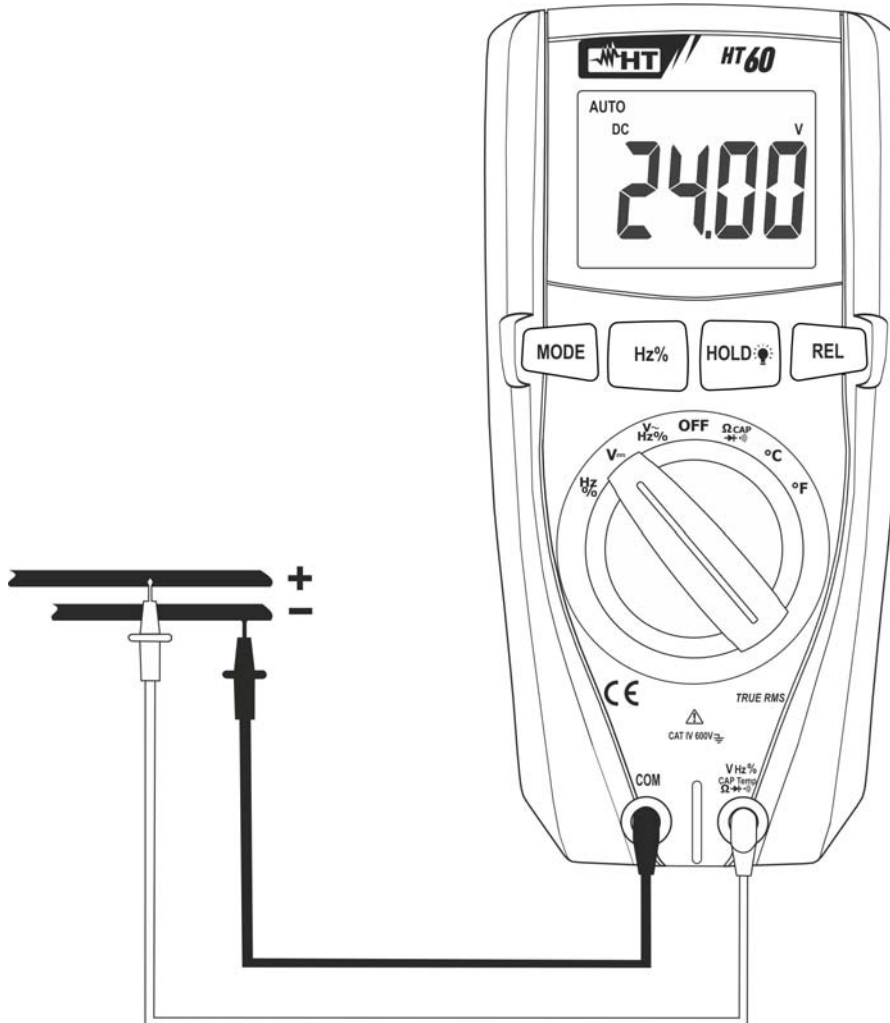

Abb. 2: Verwendung des Gerätes für Gleichspannungsmessung
3. Verbinden Sie die rote Messleitung und die schwarze Messleitung mit dem jeweils positiven und negativen Potenzial des zu messenden Kreises (siehe Abb. 2). Der Spannungswert erscheint auf dem Display.
5. Das Symbol "-" auf dem Display des Gerätes gibt an, dass die Spannung die umgekehrte Richtung mit Bezug auf den Anschluss in Abb. 2 hat.